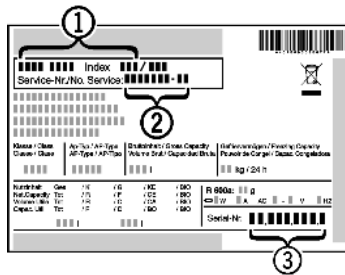

Fig. 4
► Наименование устройства *Fig. 4 (1)*, сервисный № *Fig. 4 (2)* и серийный № *Fig. 4 (3)* считайте с заводской таблички. Заводская табличка находится внутри устройства слева.
► Обратитесь в сервисную службу и сообщите вид неисправности, наименование устройства *Fig. 4 (1)*, сервисный № *Fig. 4 (2)* и серийный № *Fig. 4 (3)*.